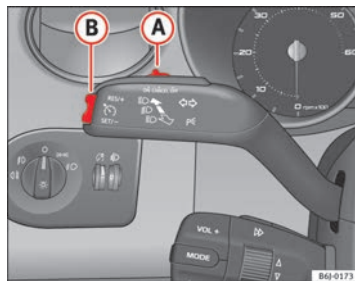

Fig. 113 Levier des clignotants et des feux de route : commande et touche basculante pour régulateur de vitesse
- Appuyez sur la partie supérieure de la touche à bascule **RES** ⇒ fig. 113 **(B)** pour augmenter la vitesse. Tant que vous maintenez enfoncée la commande à bascule, le véhicule accélère. Lorsque vous lâchez la commande à bascule, la nouvelle vitesse est mémorisée.
Si vous diminuez la vitesse mémorisée en appuyant sur la pédale de frein, le régulateur se désactive. Vous pouvez réactiver le régulateur en appuyant une seule fois sur la partie supérieure **RES+** de la commande à bascule ⇒ fig. 113 **(B)**.